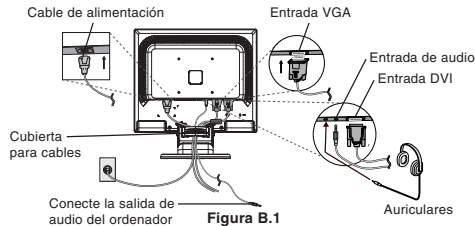

Figura B.1
4. Conecte todos los cables al conector apropiado de la parte posterior del monitor. (figura B.1). Conecte los auriculares (no incluidos) al conector apropiado de la parte trasera del monitor, si lo desea. (figura B.1)
6. Para colocar la cubierta para cables, inserte las lengüetas en los orificios del soporte y deslice la cubierta para cables hacia abajo hasta que encaje en su sitio (figura B.1). Finalmente, compruebe que las lengüetas queden bien colocadas.